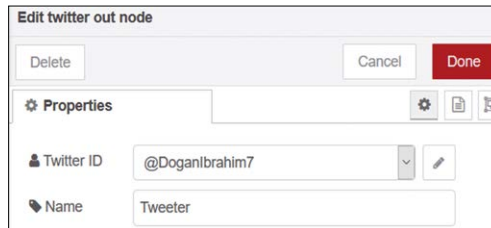

Figure 4.53 Entrez votre identifiant Twitter
- Cliquez, faites glisser et déposez un **twitter out** node et le nommer **Tweeter**. Double-cliquez pour configurer ce nœud. Entrez votre identifiant Twitter (p. ex., @Doganbrahim7) comme indiqué dans la figure 4.53